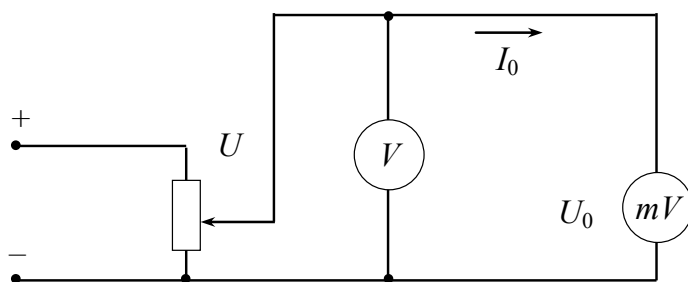

Рис. 44. Схема подключения магнитоэлектрического прибора с добавочным сопротивлением
Для измерения напряжения применяется схема, изображенная на рис. 44.
2. Подготовить бланк отчета о лабораторной работе, вычертить схемы рис. 44, 45, 46. Изучить цель работы и порядок ее выполнения.
1. Произведите увеличение предела измерения магнитоэлектрического прибора в « $m$ » раз по напряжению (по заданию преподавателя). Рассчитайте значение добавочного резистора  $R_d$ . Соберите схему, изображенную на рис. 44. Определите погрешность, вносимую добавочным резистором: